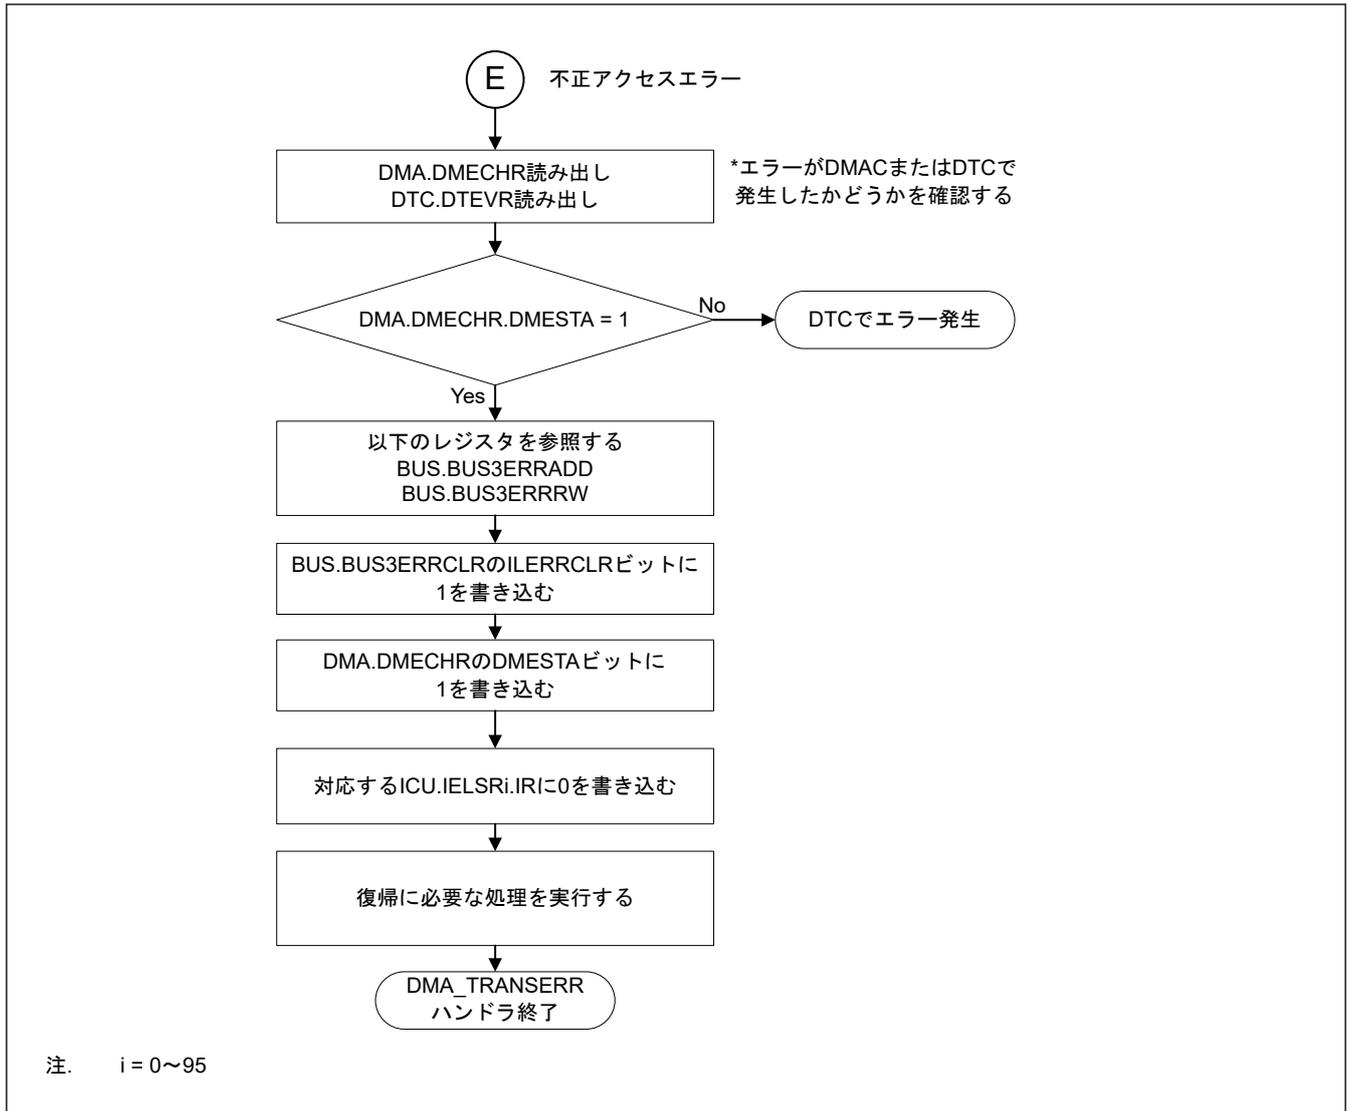

図 15.32 不正アクセスエラーによる DMA_TRANSERR ハンドラの処理
- 図 15.32 に DMAC の不正アクセスエラーが発生したチャンネルとセキュリティ属性を確認するフローを示します。